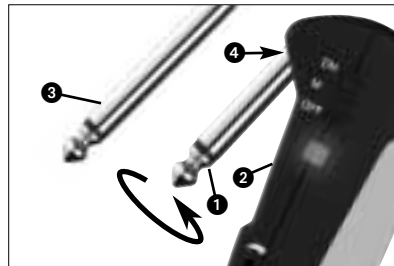

Fig. 5: Fixar o plugue adaptador.
4.3 Instrumentos com saída embutida (veja fig. 5)